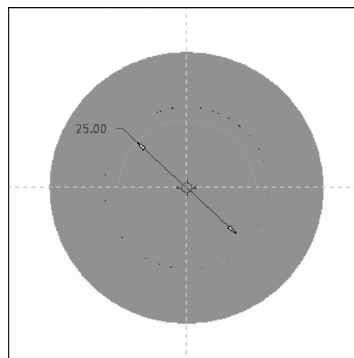

图 8-47 绘制草绘截面
STEP 06 进入草绘环境, 单击“草绘”选项卡中的相应按钮, 绘制草绘截面, 如图 8-47 所示。